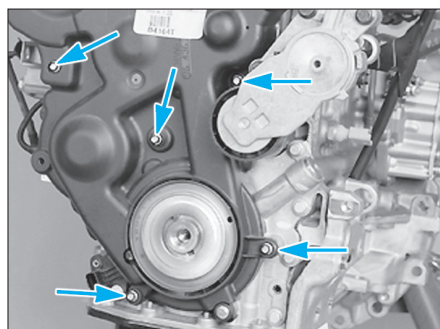

Fig. 10
- le carter de distribution inférieur de la courroie (Fig.10).